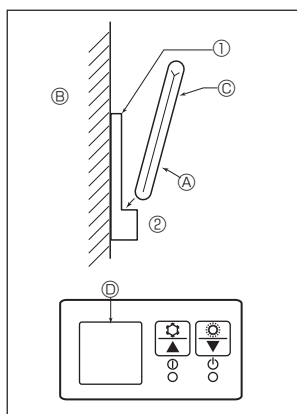

Fig. 6-5
2) Méthode d'installation (Fig. 6-5)
- ① Attachez le support de la télécommande à l'endroit voulu à l'aide de 2 vis à taraud.
- ② Mettez la partie inférieure de la télécommande dans le support.